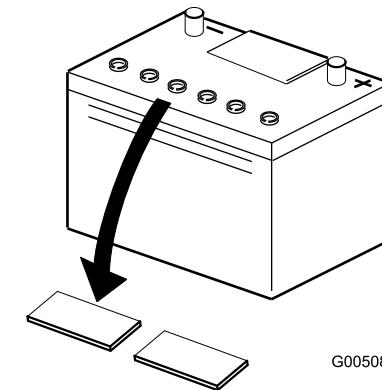

Bild 5
2. Reinigen Sie die Oberseite des Akkus und nehmen Sie die Entlüftungsdeckel ab (Bild 5).